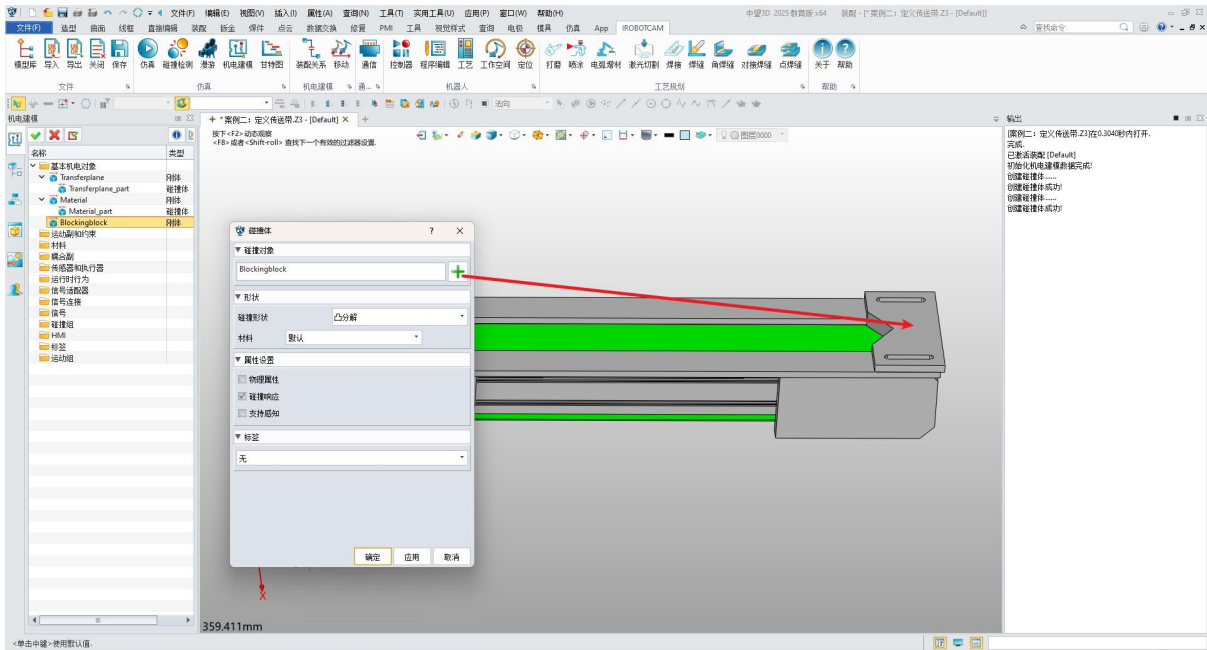

图 6-11：添加阻挡块碰撞体
- 选择“凸分解”作为碰撞形状，属性设置为“碰撞响应”，材料为“默认”。单击“确定”。(此过程需要耐心等待一段时间)(图 6-11)